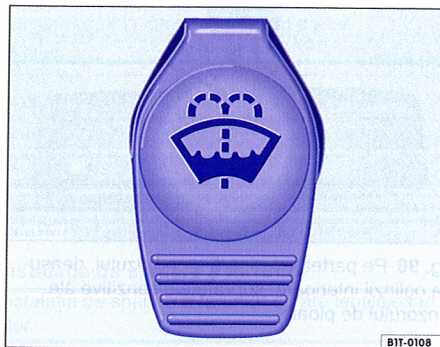

Fig. 97 În compartimentul motorului: Capacul vasului cu apa pentru spălarea parbrizului.
- Rezervorul lichidului de spălare poate fi recunoscut după simbolul de pe capac ⇒ **fig. 97**.